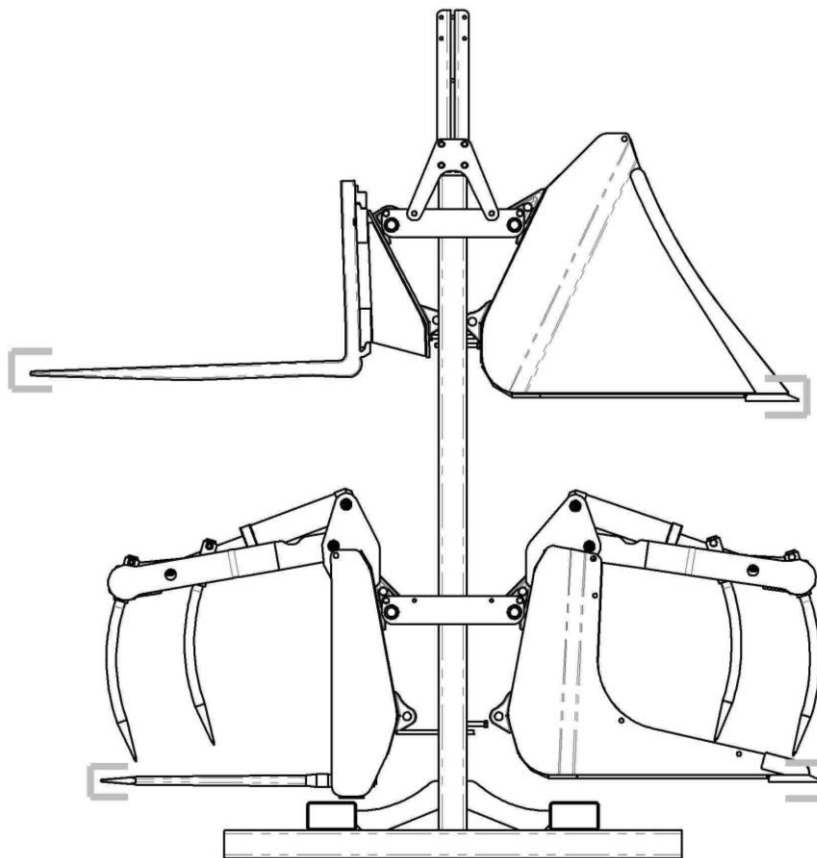

Bild 3 - Werkzeugständer bestückt mit vier Frontlader Werkzeugen
- b. Der Werkzeugständer muß immer beidseitig und unten beginnend bestückt werden. Dabei sind die schwereren Werkzeuge immer unten und die leichteren oben einzuhängen. Werkzeuge, die auf dem Ständer unten aufliegen anstatt im Haken zu hängen, dürfen **nicht** verwendet werden (Bild 3). Sämtliche Werkzeuge müssen am Haken hängen und durch die Anschlagsschrauben ausgerichtet werden.
- e. Sämtliche scharfkantigen Überstände der eingehängten Frontladerwerkzeuge (z.B. Schaufelschneidkanten, Spieße, Zinken, usw.) sind durch geeignete Maßnahmen abzudecken bzw. mit Schutzkappen zu versehen (Bild 3).